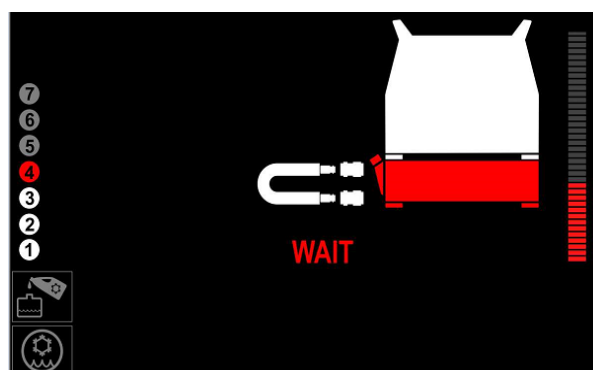

Figura 17
- Așteptați până când agentul de răcire circulă prin întreg sistemul de răcire și revine în rezervor - (Figura 17 sau 25).